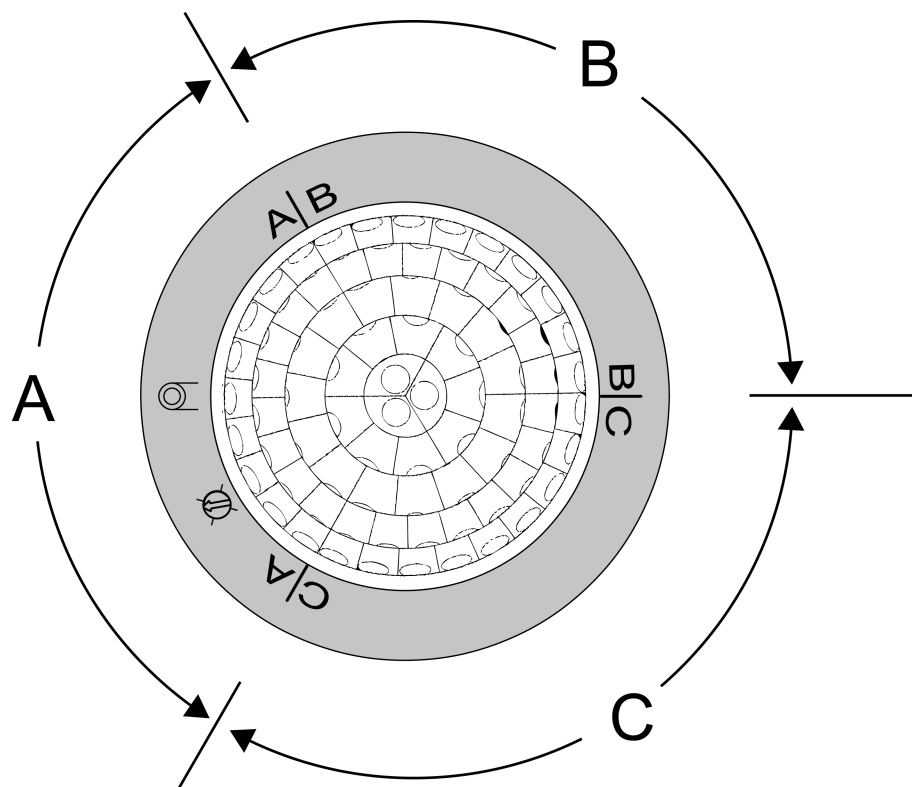

Рисунок 6: Расположение областей А, В и С
- Выровняйте клеммную коробку (1) таким образом, чтобы зоны А, В и С соответствовали характеристикам прибора. Расположение зон видно под декоративным кольцом (рисунок 6).